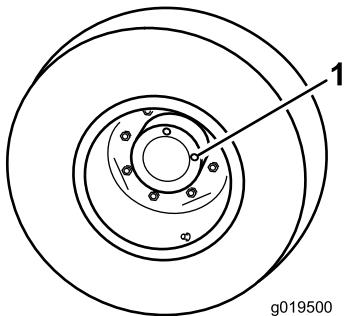

Figura 103
1. Con la máquina en una superficie nivelada, coloque la rueda con un tapón de verificación en la posición de las 12 y el otro en la posición de las 3 (Figura 103).
1. Tapón de verificación/drenaje (2)
2. Retire el tapón de la posición de las 3 (Figura 103).